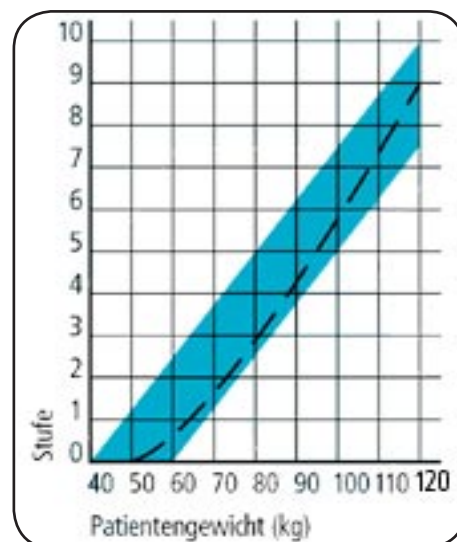

Abbildung 09
9. Anschließend stellen Sie die Leistungsstufe ein. Die optimale Leistungsstufe hängt von mehreren Faktoren ab. Hierzu gehören in erster Linie das Patientengewicht und die Auflagefläche des Patienten. Für die Einstellung kann Ihnen das Diagramm (siehe Abbildung 09) einen ersten Anhaltswert liefern. Dieser Wert dient nur als Richtwert zur groben Druckeinstellung und gibt keine genaue Angabe für das Einsinkverhalten des Körpers.